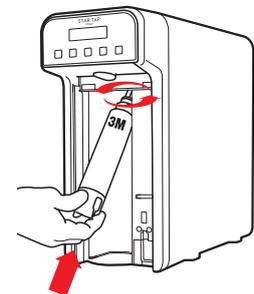

Fig. 3-29
28.36 - Inserire l'estremità superiore della cartuccia filtrante nella sede di aggancio, spingendola verso l'alto e ruotandola da sinistra verso destra fino a raggiungere il punto di blocco, vedi Fig. 3-29. Provare a tirare il filtro verso il basso per assicurarsi che sia perfettamente agganciato, nel caso si dovesse sfilare ripetere l'operazione descritta precedentemente.